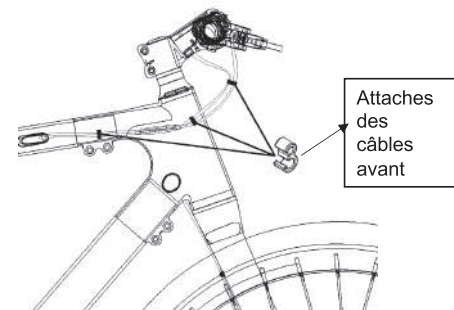

Figure 50-3.
d. Trouvez les attaches de câble avant dans la boîte d'accessoires. Fixez ensemble le câble d'affichage et le câble de frein arrière, comme illustré à la Figure 50-3.